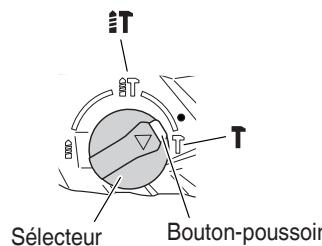

Fig. 13
- Appuyez sur le bouton pressoir et positionnez le sélecteur au milieu des repères **IT** et **T**. (Fig. 13)